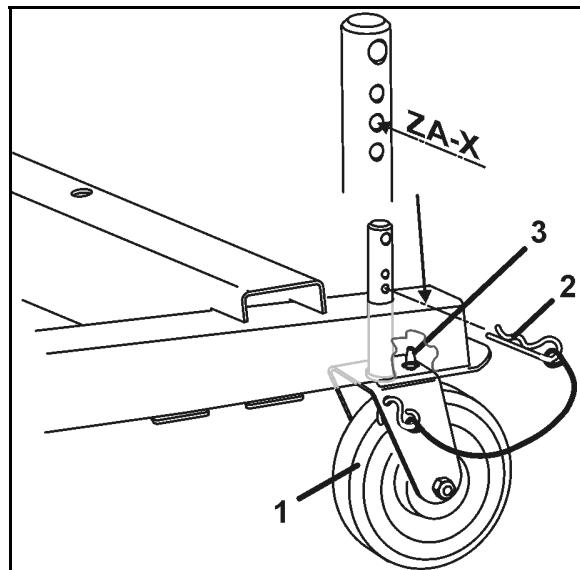

Рис. 45
6. Неподвижное заднее колесо (Рис. 45/1)
- о установите и засторите пружинным зажимом (Рис. 45/2) в среднем отверстии или
При монтаже неподвижного колеса обратите внимание на то, чтобы палец (Рис. 45/3) вошел в отверстие рамы и, тем самым, удерживал колесо в продольном направлении.